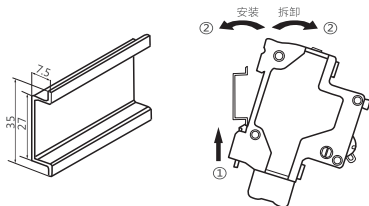

图3 安装、拆卸示意图
5.2 采用TH35-7.5型安装轨安装，安装、拆卸如下图3